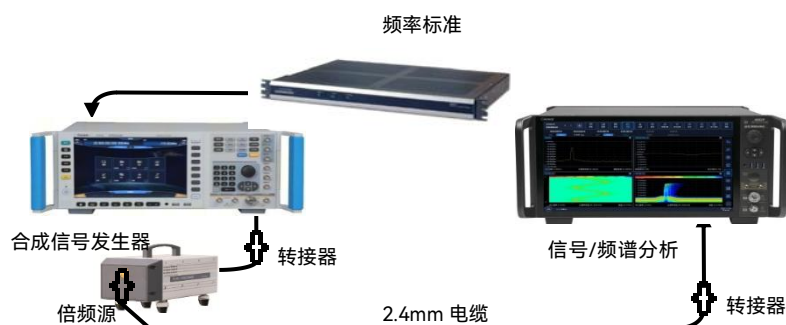

图 7.4 射频输入 2 频率范围测试示意图
- 6) 按照图 7.4 连接频率标准输出至信号发生器的 10MHz IN, 由外部频率标准为合成信号发生器提供参考频率。连接合成信号发生器的射频输出至倍频源模块输入, 倍频源输出与 4082 的射频输入 2 相连(如没有频率标准, 可用具有高稳定频率参考的频率计代替);